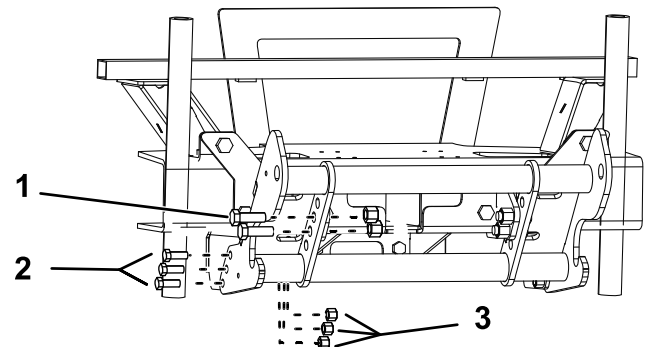

Figure 6
8. Fixez la barre de poussée à la plaque de protection comme illustré à la Figure 6.